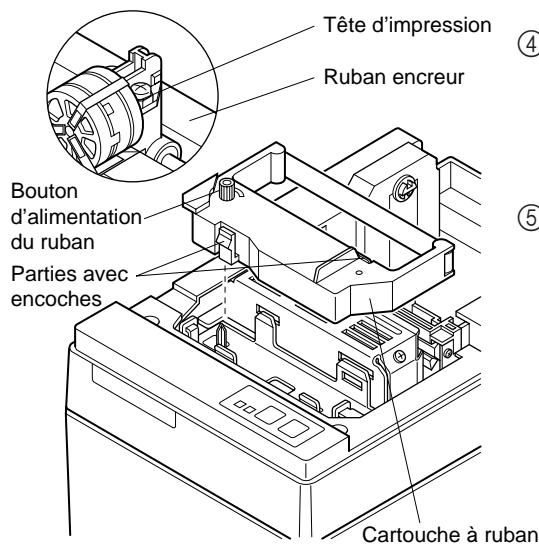

Fig. 4-2 Mise en place de la cartouche à ruban
- ① Mettez l'imprimante hors tension.
- ② Soulevez le capot d'environ 3 cm. Tout en tenant le couvercle incliné à cet angle, tirez-le vers vous pour l'enlever.
- ③ Mettez la cartouche à ruban en place dans le sens indiqué dans la figure 4-2 et appuyez légèrement sur la cartouche afin qu'elle se mette en place. Si la mise en place de la cartouche n'est pas satisfaisante, appuyez sur la cartouche tout en faisant tourner le bouton d'alimentation du ruban de la cartouche dans le sens de la flèche.
- ④ Pour tendre le ruban, faites tourner le bouton d'alimentation du ruban de la cartouche dans le sens de la flèche.
- ⑤ Pour remettre en place le capot, suivant la procédure décrite à l'étape ② dans le sens inverse.